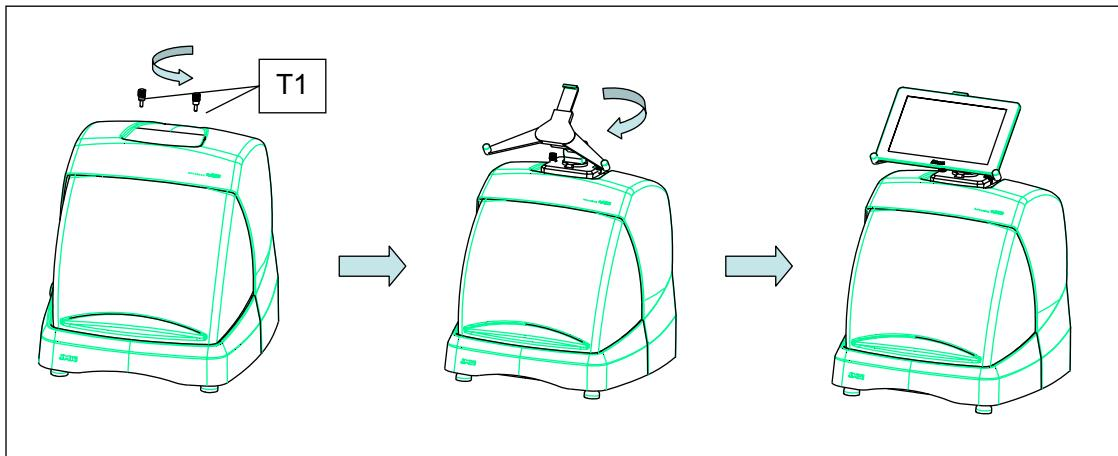

FIG. 3
1. Desenroscar los pomos (T1) ubicados en la maquina. (Fig.3)